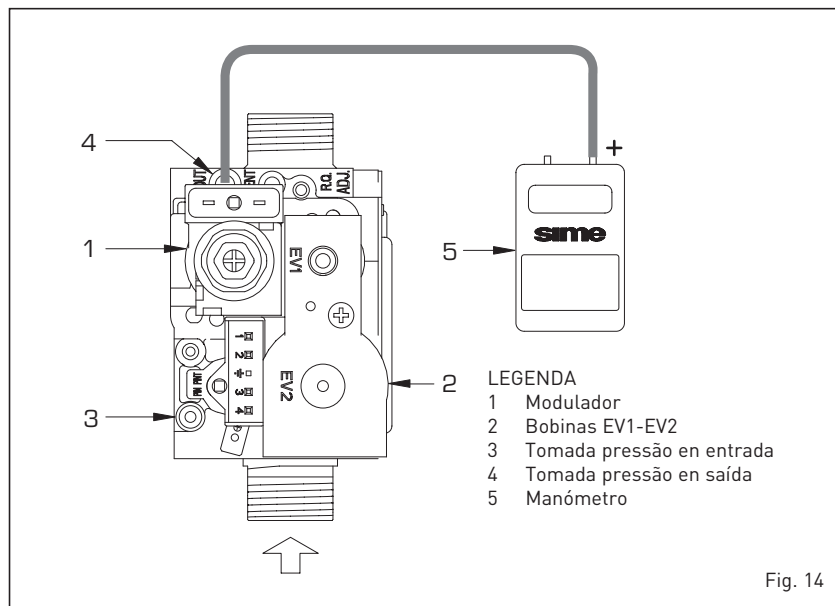

Fig. 14
A caldeira é fabricada de série com a válvula de gás modelo SIT 845 SIGMA (fig. 14) calibrada para dois valores de pressão: máxima e mínima que correspondem, em função do tipo de gás, aos valores indicados na **Tabela 2**. A calibragem da pressão do gás para os valores máximo e mínimo é efectuada pela SIME: portanto desaconselha-se a sua modificação.
- Ligar a coluna ou um manómetro diferencial como indicados na fig. 14.
- Retirar a tampa em plástico do modulador (1).
- Usando uma chave fixa de $\varnothing 10$, rodar a porca (3) procurando o valor da pres-